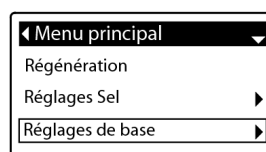

FIG.31
1. Depuis n'importe quel écran d'état séquentiel, appuyez sur SELECT (O) pour afficher le **Menu principal**.
2. Appuyez sur DESCENDRE (▼) pour parcourir les options du menu jusqu'à ce que l'option **Réglages de base** soit sélectionnée (Figure 31).